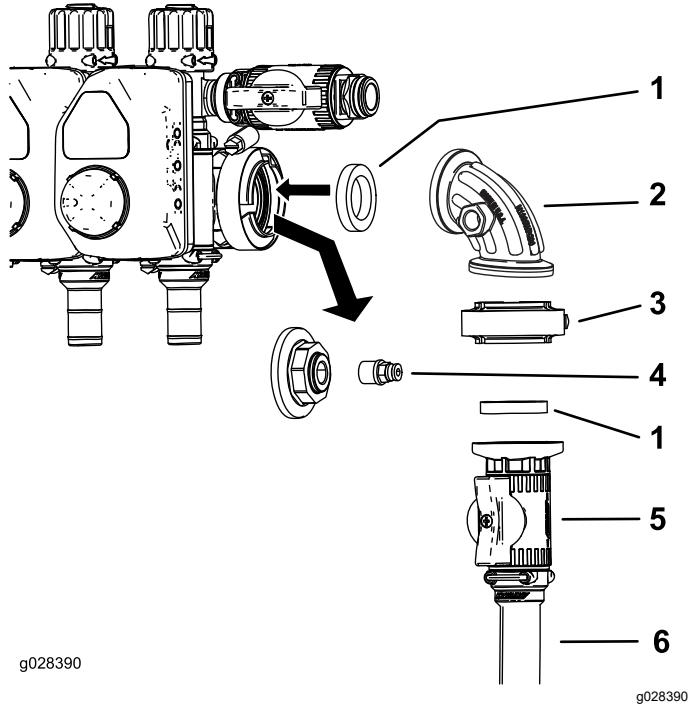
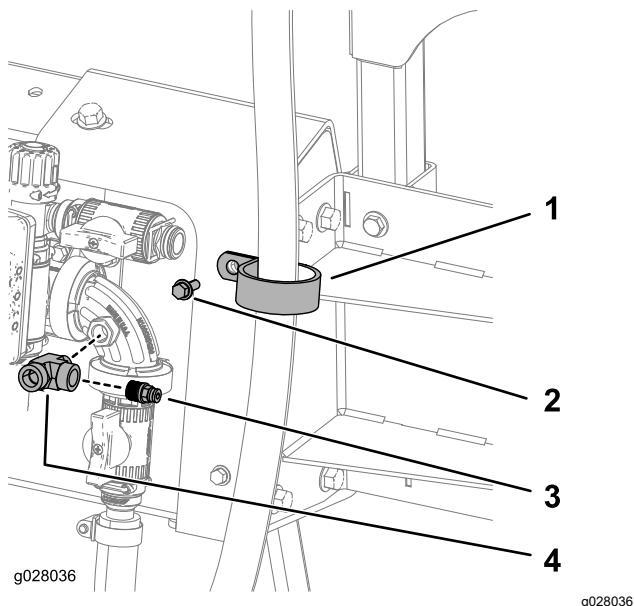

図 24
図37
1. 水圧ゲージのポートから、キャップとカップラを取り外す 図 24。
2. 図 24 のように制御バルブアセンブリを取り付ける。
3. 90°エルボの空いているポートにカップラを取り付ける 図 24 と 図 37。
4. ホースクランプを使って、ホースリール給液ホースを、コントロールバルブに取り付ける 図 24。
- 図37のように、ホース180cmを上側ブラケットに固定するRクランプ、ボルト $\frac{1}{4}$ -20 x  $\frac{3}{4}$ "、ナット $\frac{1}{4}$ -20"1個を使用する。
- T字フィッティングのねじ山部にPTFEテープまたはペーストを塗り、フィッティングを制御バルブに取り付ける図37。
- カップラのねじ山部にPTFEテープまたはペーストを塗り、T字フィッティングに取り付ける図37。